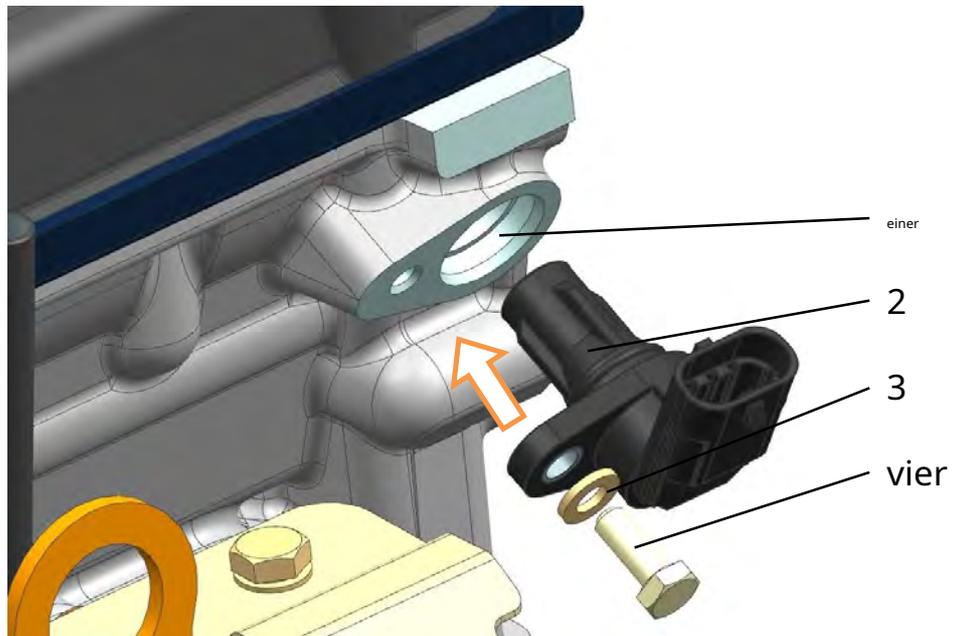

Abb. 213. Installation des Phasensensors:
**elf.** Wenn ein Phasensensor installiert ist, installieren Sie den Phase-2-Sensor (Abb. 213) in Bohrung 1 des Zylinderkopfes und befestigen Sie diese mit Schraube 4 mit Unterlegscheibe 3, nachdem Sie zuvor den O-Ring des Sensors mit sauberem Motoröl geschmiert haben. Ziehen Sie die Sensorbefestigungsschraube mit einem Drehmoment von 5,9 ... 8,8 N m (0,6 ... 0,9 kgf m) an. Der Sensorflansch muss vor dem Verschrauben eng an der Blockkopfoberfläche anliegen.